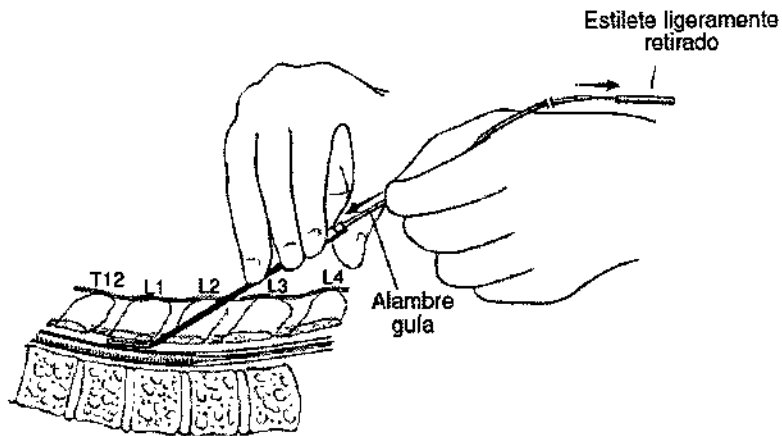

FIGURA 6
3. Si la derivación fuera a colocarse sin el alambre guía opcional o el Introde, vaya al paso 8. Si no fuera así, y bajo la guía de una imagen por fluoroscopia, con el estilete ligeramente retirado, introduzca el alambre guía opcional a través de la aguja dentro del espacio epidural (Figura 6). Al retirar ligeramente el estilete se aumenta la flexibilidad de la punta del alambre guía y reduce el riesgo de desgarro de la duramadre.